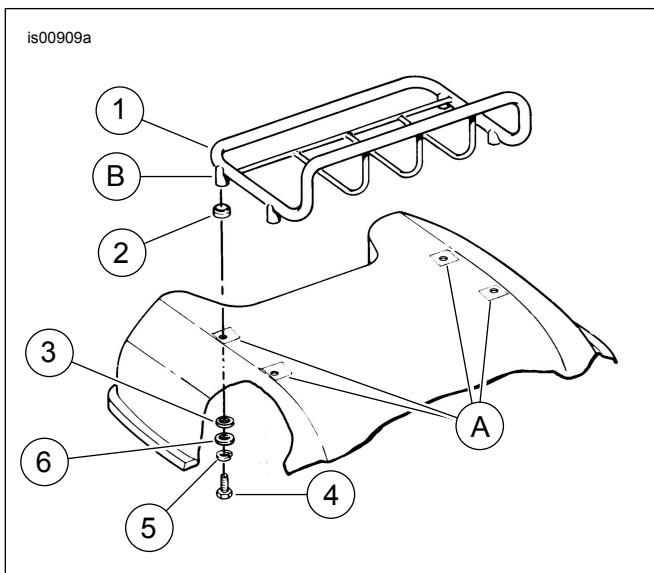

Abbildung 1. Ersatzteile, Premium Tour-Pak-Gepäckträgersatz
Siehe Abbildung 1 und Tabelle 1.
2. Siehe Abbildung 1. Die Befestigungsunterlagen (2) auf die Befestigungsvorsprünge (B) des Gepäckträgers (1) setzen.